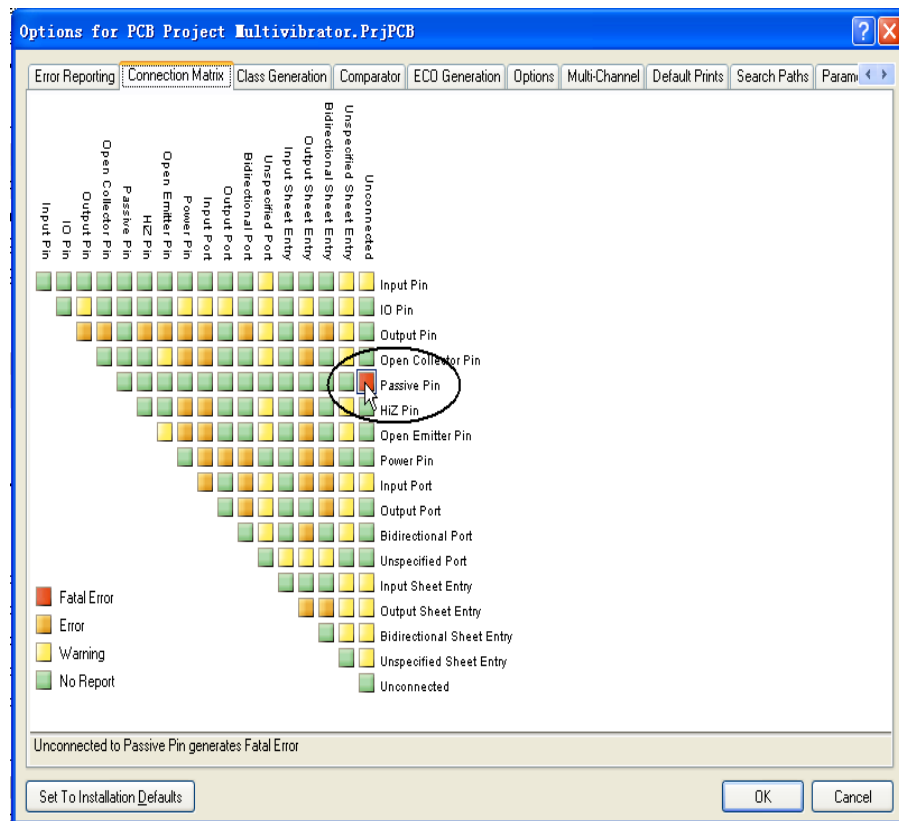

图2-18 设置错误检查条件
- ❖ 3. 从菜单选择Protect → Protect Options,弹出Options for PCB Protect Multivibrator.PrjPCB对话框，选择Connectoin Matrix标签，如图2-18所示。